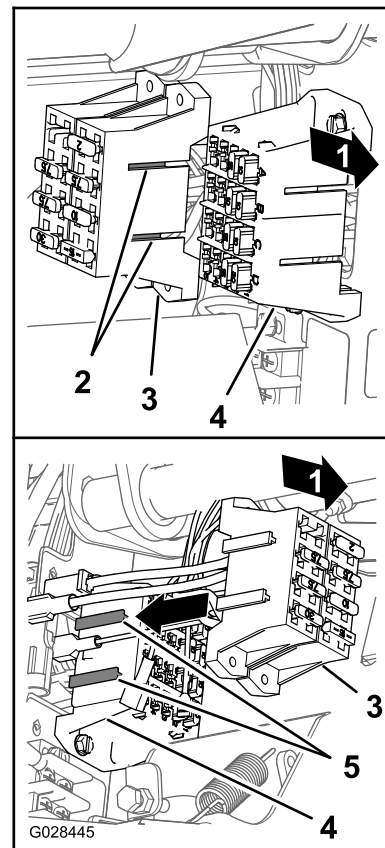

Figura 24
4. Alinhe as uniões em T no bloco de fusíveis do pulverizador com as ranhuras em T do bloco de fusíveis da máquina e deslize o bloco de fusíveis do pulverizador para as ranhuras até que o bloco de fusíveis esteja totalmente encaixado (Figura 24).